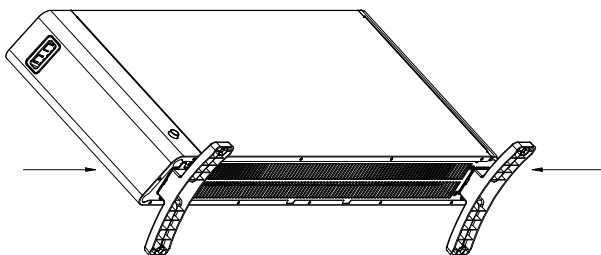

Fig.3
3. Fastgør de to bundfødder, og skub dem ind i midten, indtil de er helt på plads.(Fig. 3)